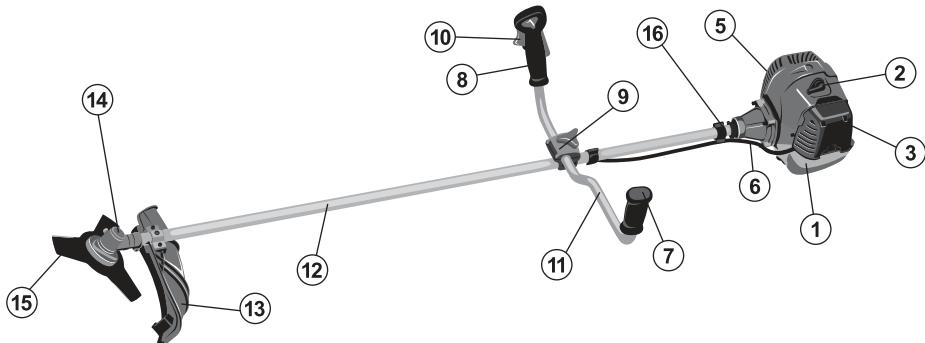
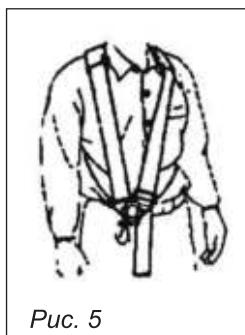

Рис.2. Расположение основных элементов бензотrimмера:
Рис. 5
Основные элементы и части бензотrimмера представлены на рис. 2.
Ремень крепится к штанге с помощью держателя (16) (рис.2). Согласно рис.5 наденьте ремень на шею и пристегните карабин за одно из отверстий в держателе (16) (см. рис.2).